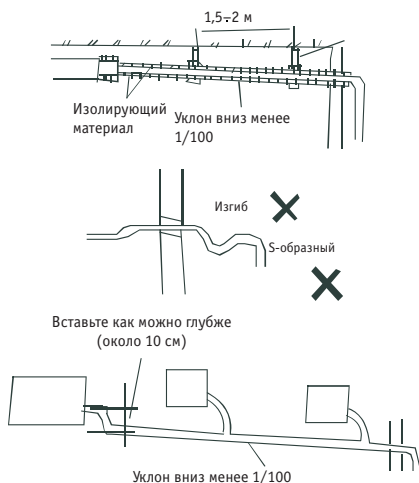

Рис. 28
- При установке трубы обратите внимание на рис. 28.